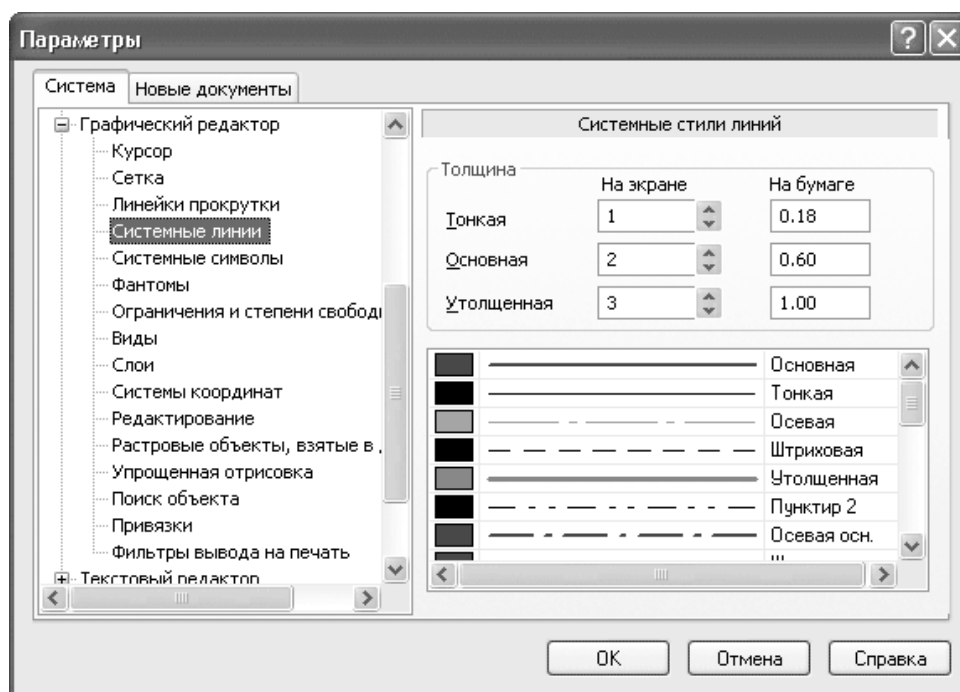

Рис. 1.58. Настройка отображения системных стилей линий
- Системные линии – содержит полный список системных стилей для линий (рис. 1.58). Можно изменять толщину тонких, основных и утолщенных линий, как выводимых на экран (на экране), так и передаваемых на принтер (на бумаге). Кроме того, в этом окне можно выбрать цвет, которым линии определенного стиля будут отображаться в графическом документе;